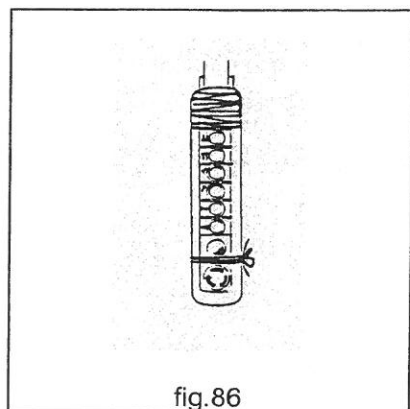

fig.86
- MAI** eseguire riparazioni provvisorie o interventi di ripristino non conformi alle istruzioni (fig.86).